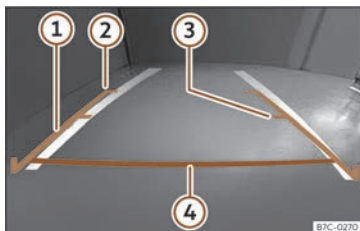

**Fig. 189** Écran du système d'infodivertissement : lignes d'orientation.
- La charge du véhicule modifie la représentation des lignes d'orientation projetées >>> **fig. 189**. La largeur qu'elles représentent diminue avec le niveau de charge du véhicule. Faites attention à l'environnement lorsque l'intérieur ou le coffre est chargé.
» **fig. 189**